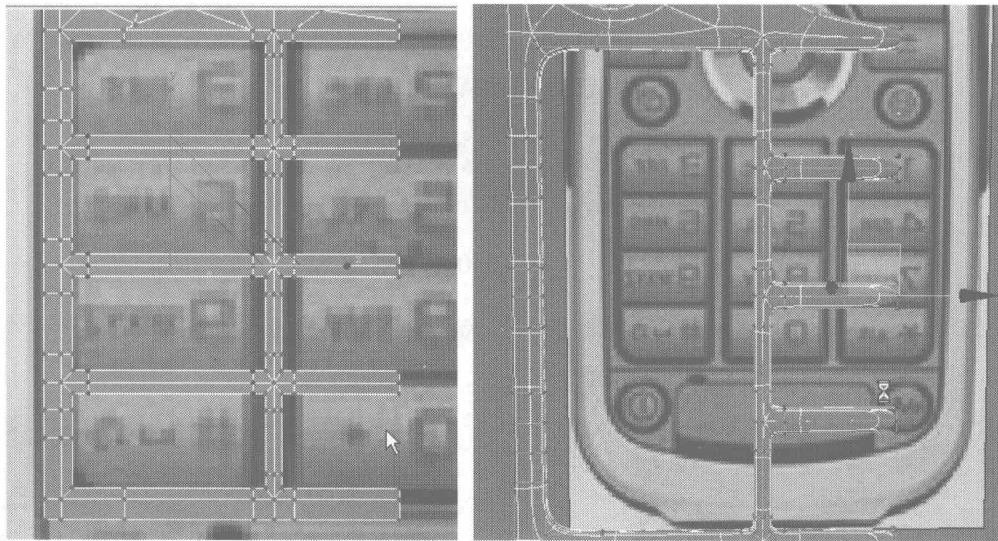
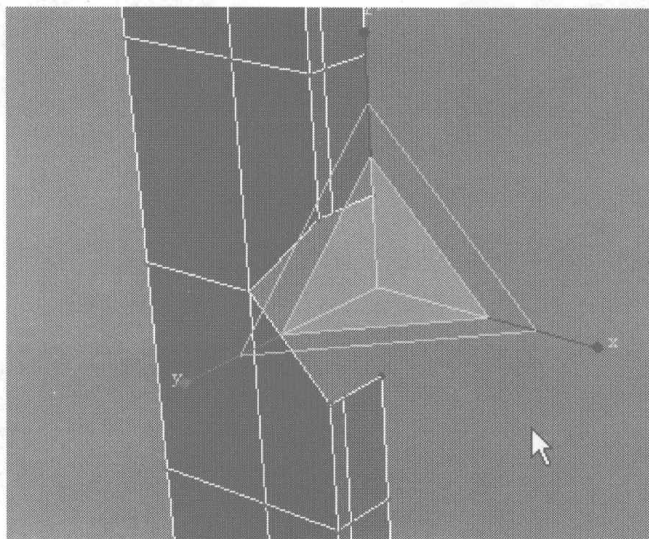

图 4.546
图 4.547
- 26** 选择键盘上如图 4.546 所示的节点，将其删除，再分别选择缺口处如图 4.547 所示的节点，单击右键，在弹出的快捷菜单中选择 Collapse 命令，焊接节点。